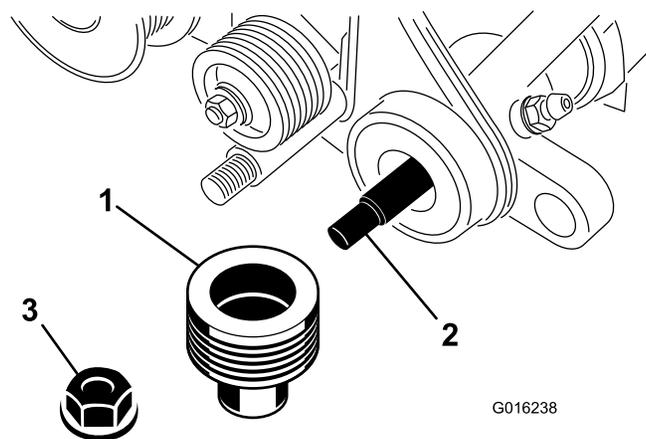

Figura 34
6. Retire la contratuerca con arandela prensada que sujeta la polea arrastrada al extremo del eje del groomer (**Figura 34**). Retire la polea.